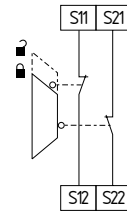

Fig. 7
**Circuito di sorveglianza porta di protezione a due canali con dispositivo di blocco secondo EN ISO 14119 (vedere Fig. 7)**